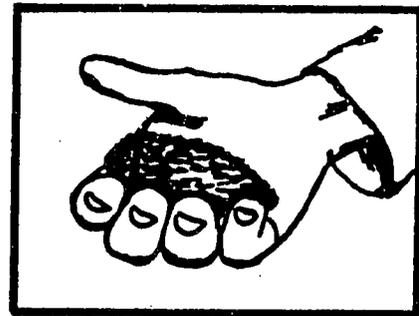

FIG. 7 - Test pour déterminer la teneur en humidité
17. Test pour une teneur en humidité convenable. La teneur en humidité convenable s'apprend rapidement par expérience. Pour la tester, presser une poignée du mélange (voir Figure 7). S'il est assez humide, il gardera la forme qu'il a pris à la pression. Si on le lance sur une surface dure à partir de la hauteur des épaules, il se brisera en petits fragments. Le mélange est trop humide si l'eau sort de la partie supérieure de la boîte quand on presse un bloc.